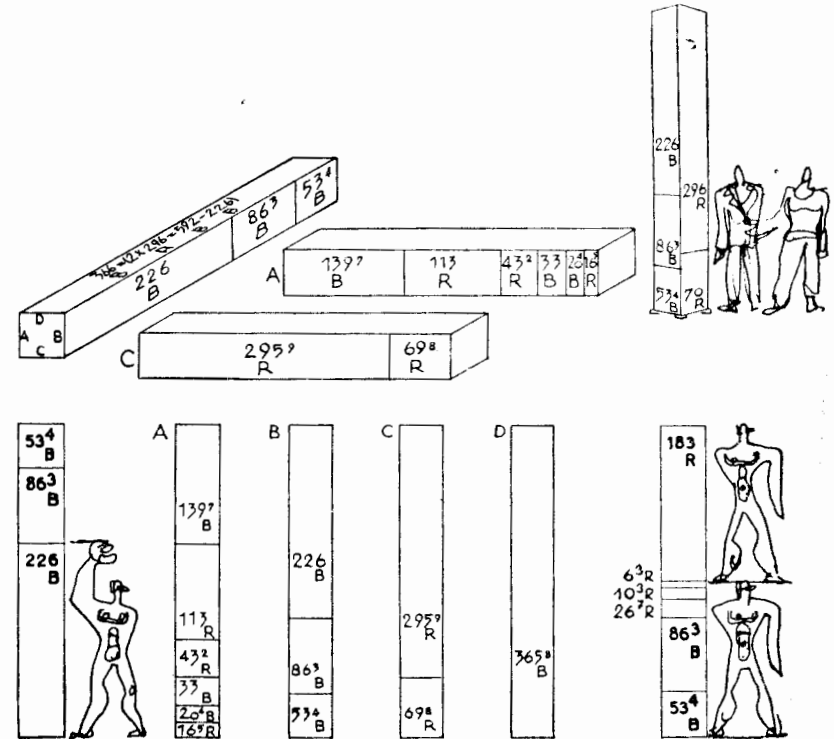

FIG. 54
f) ESTELA DE LAS MEDIDAS. FIG. 54.